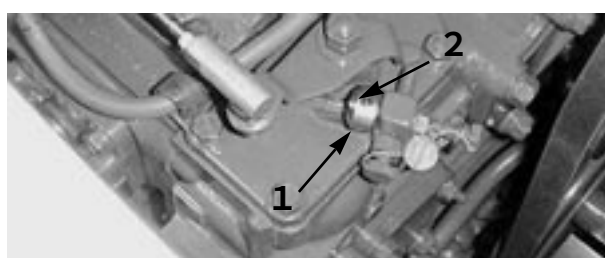

図 3
2. ストップをハイアイドル・ストップ・ネジに通し (図3)、エンジンのリブの上にはめる。